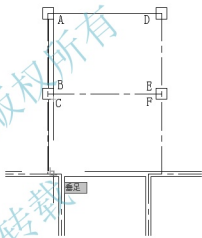
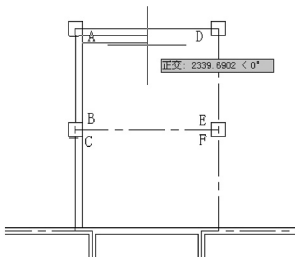
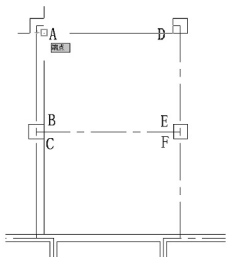

图 2.57 绘制墙体
图 2.58 绘制 DA 墙的错误操作
图 2.59 绘制 DA 墙的正确操作
(1) 设置当前层仍为【墙线】图层。
(2) 启动【多线】命令。执行菜单栏中的【绘图】|【多线】命令, 或在命令行输入“ML”, 启动【多线】命令。
④ 在指定起点或【对正 (J)/ 比例 (S)/ 样式 (ST)]: 提示下, 输入“J”后按 Enter 键。
② 在输入对正类型【上 (T)/ 无 (Z)/ 下 (B)] <上>: 提示下, 输入“T”后按 Enter 键, 将对正方式改为“T”(上对正), 此时比例仍为“240”。
③ 在指定起点或【对正 (J)/ 比例 (S)/ 样式 (ST)]: 提示下, 捕捉如图 2.57 所示的 A 点作为多线的起点。
④ 在指定下一点或【闭合 (C)/ 放弃 (U)]: 提示下, 捕捉 B 点作为多线的终点, 按 Enter 键结束命令。
(3) 按 Enter 键重复【多线】命令。
① 在指定起点或【对正 (J)/ 比例 (S)/ 样式 (ST)]: 提示下, 捕捉 C 点。
② 在指定下一点或【闭合 (C)/ 放弃 (U)]: 提示下, 将光标向下拖至与外墙相接处会出现垂足捕捉, 如图 2.57 所示, 此时单击该点, 然后按 Enter 键结束命令。
(4) 按 Enter 键重复【多线】命令。
在指定起点或【对正 (J)/ 比例 (S)/ 样式 (ST)]: 提示下, 捕捉 A 点后将光标水平向右拖动, 会发现墙的位置不正确, 如图 2.58 所示, 按 Esc 键取消命令。
(5) 再次按 Enter 键重复【多线】命令。
① 在指定起点或【对正 (J)/ 比例 (S)/ 样式 (ST)]: 提示下, 捕捉 D 点。
② 在指定下一点或【闭合 (C)/ 放弃 (U)]: 提示下, 将光标水平向左拖动, 然后捕捉 A 点 (图 2.59), 并按 Enter 键结束命令, 绘制出 DA 墙线。